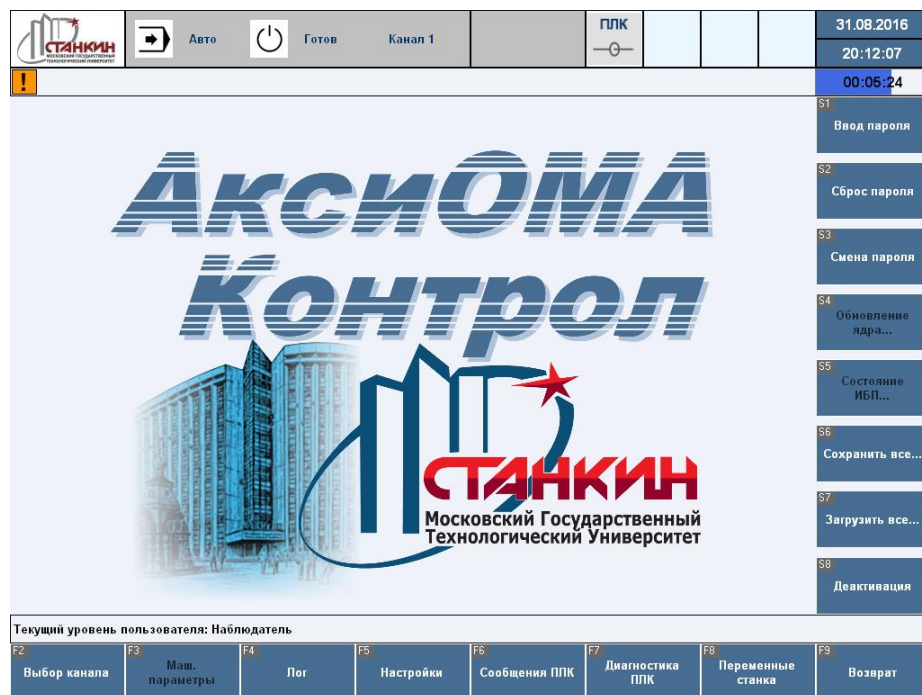

Рисунок 46 – Окно выбора сервисных экранов
Вид экрана выбора сервисных режимов показан на Рисунок 46:
Текущий уровень доступа пользователя отображается в нижней информационной строке (см. Рисунок 46).
- F9 – переход в окно выбора сервисных экранов (Рисунок 46).
- F9 – возврат в окно выбора сервисных экранов (Рисунок 46).